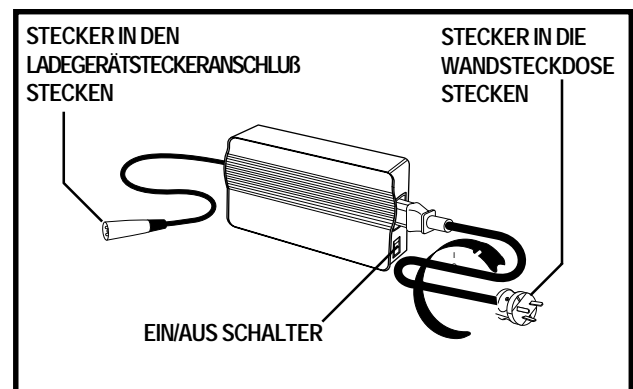

Abb. 8B. Externe Batterieladegerät
6. Ladegerätkabel in die Steckdose stecken. Siehe Abb. 8B.
7. Ladegerät einschalten. Siehe Abb. 8B. Empfohlen wird eine Aufladung der Batterien für 8 bis 14 Stunden. Empfohlen wird eine Aufladung der Batterien für 8 bis 14 Stunden.